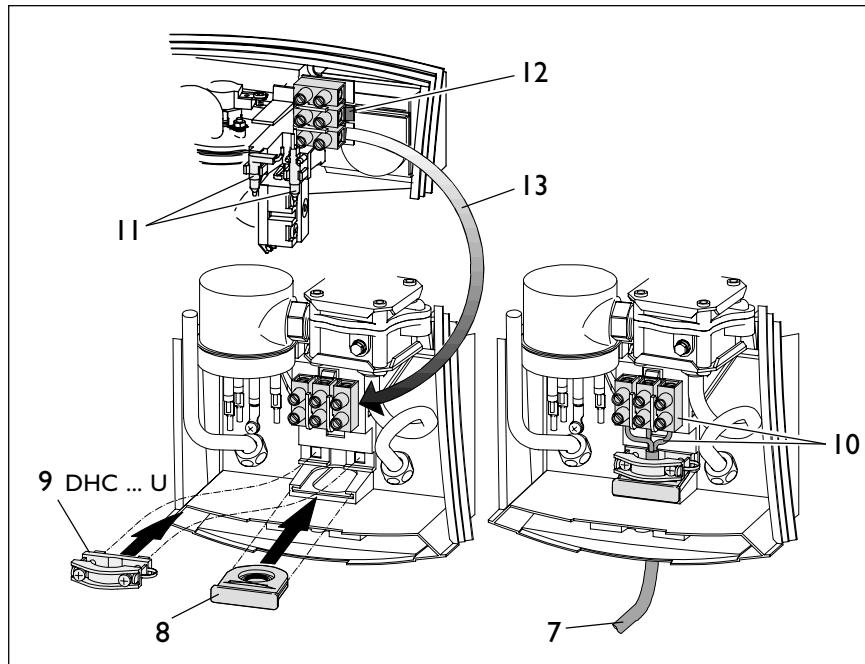
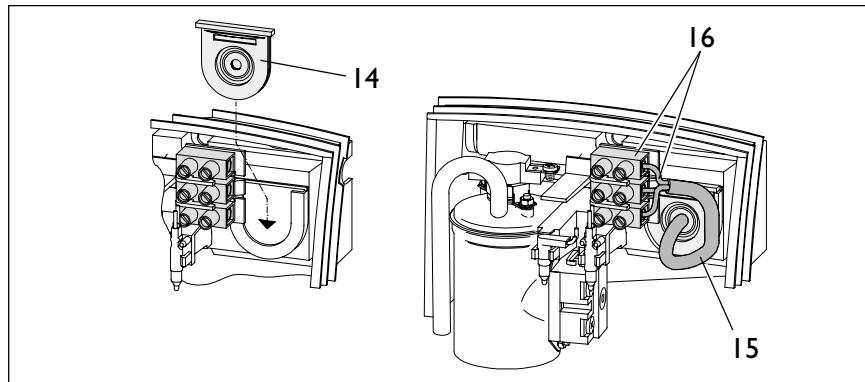

Рис. 16
Рис. 17
3. Электрический кабель укоротить в соответствии с рис. 16 и изолировать (кроме прибора DHC 3 U).
⚠ Для защиты от попадания воды необходимо использовать уплотнение кабеля (рис. 16, поз. 8 и рис. 17, поз. 14). Вырезать уплотнительную шайбу в соответствии с толщиной кабеля электроподключения.
DHC 3 U (рис. 16)
DHC 6 U(рис. 16)
- **Подключение в верхней части прибора/открытая или скрытая проводка** (рис. 17)
- Отжать фиксатор клеммной колодки (рис. 16, поз. 12), вынуть клеммную колодку и вмонтировать ее в нижней части прибора (поз. 13).